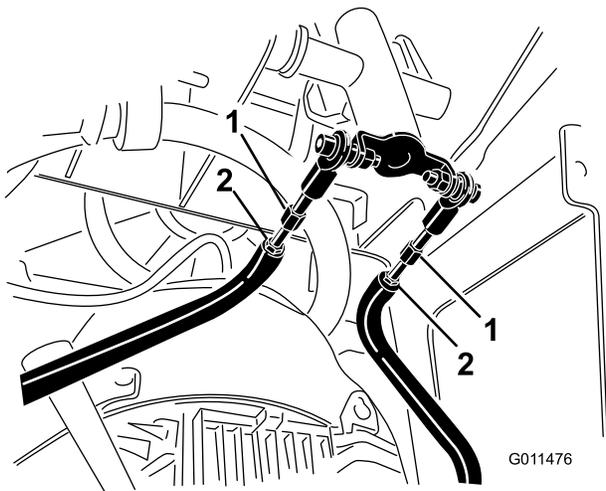

図 51
- D. 走行ロッドコントロールパネル下のジャムナットをゆるめる 図 51。